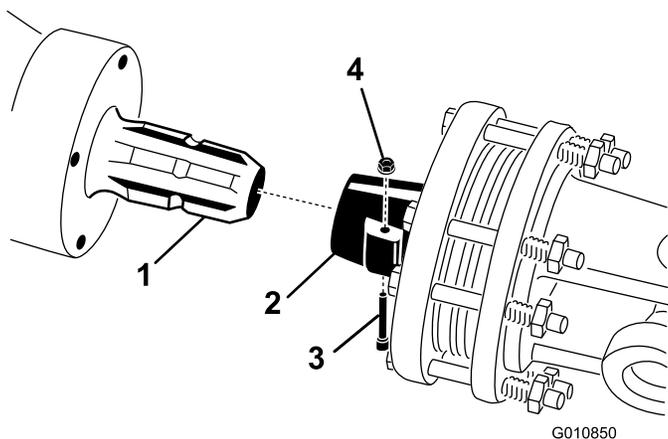

Figura 20
- Retire el pasador y la tuerca del árbol de la TDF (Figura 20).
- Conecte el extremo del embrague del árbol de la TDF al eje primario de la caja de engranajes del aireador con el pasador y la tuerca que retiró anteriormente (Figura 20). El pasador sólo puede introducirse en un sentido.